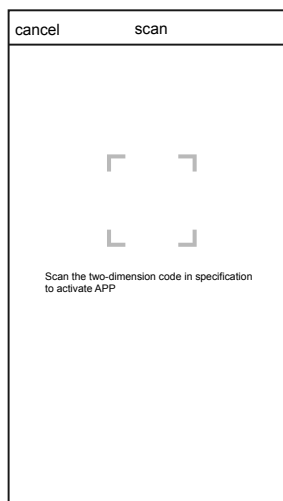

Fig.2
**Funzione SCAN:** cliccando il pulsante "scan" e scannerizzando il codice QR sulla destra (Fig.2).